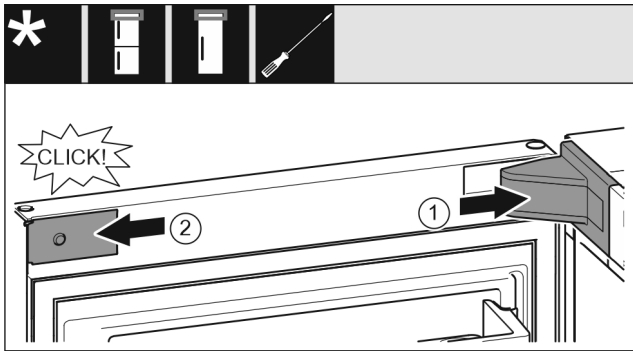

Fig. 22
- ▶ Vendosni kapakun mbulues të bazamentit mbështetës Fig. 22 (1) dhe mbërthejeni në vend, duke i ndarë nga njëri-tjetri nëse nevojitet.
- ▶ Vendosni panelin mbulues Fig. 22 (2) anash dhe mbërthejeni në vend.